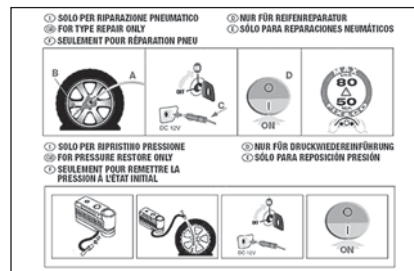

fig. 8
- dépliant d'instruction (voir **fig. 8**) d'utilisation correcte du kit de réparation, qui sera ensuite remis au personnel chargé de manipuler le pneu réparé ;